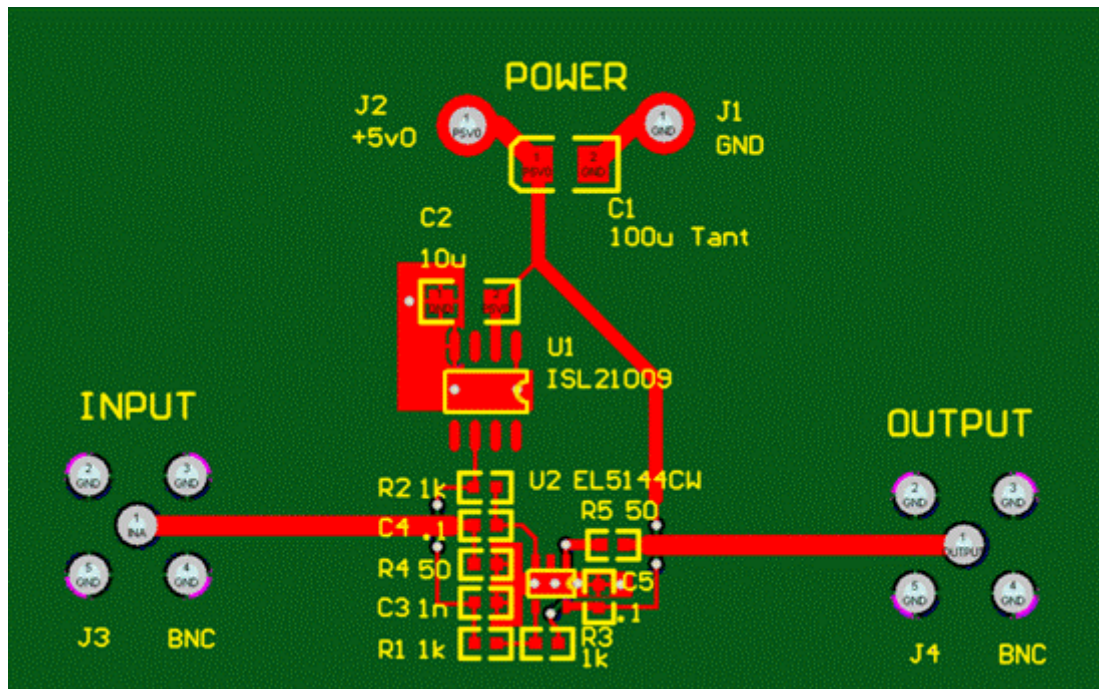

图 4: 单运放及其电压参考电路的印刷电路板排版。
**Tamara:** 这次我们为排版选择采用双层电路板(上次那块板子采用四层板)。第二层几乎是完整的接地层，在输入和输出线上是两条跳线，如图 4 所示。